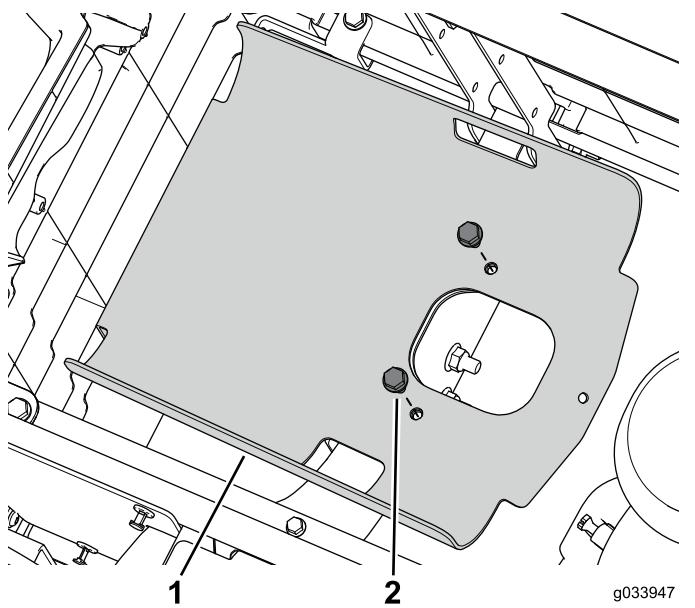

Bild 5
- Entfernen Sie die beiden Bundkopfschrauben, mit denen das Tankfach am Rahmen befestigt ist (Bild 5).
5. Befestigen Sie das Tankfach mit den beiden zuvor entfernten Bundkopfschrauben am Rahmen (Bild 5).